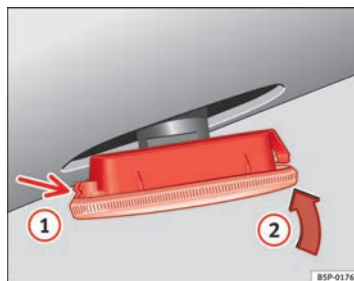

Abb. 237 Seitlicher Blinker
- Setzen Sie den Blinker zuerst in der Aufnahme der Karosserie ein, wobei die Halterungen richtig einrasten müssen ⇒ Abb. 237, Pfeil ①.
- Die Lampe in Pfeilrichtung ② ⇒ Abb. 237 einsetzen.